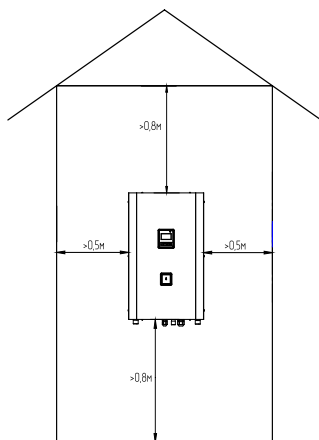

Рис.4 Схема установки миникотельной
6.2. При монтаже миникотельной необходимо выдерживать минимальные расстояния до стен, пола и потолка, указанных на Рис.4. Расстояние необходимо соблюдать для удобства эксплуатации и сервисного обслуживания.